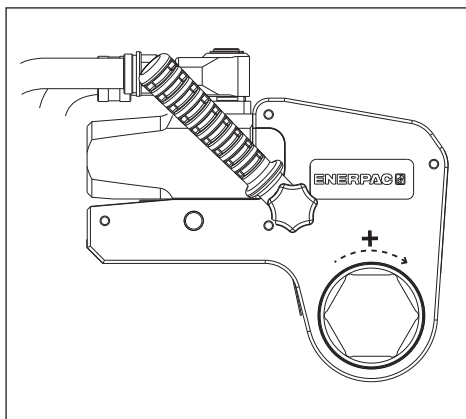

Fig. 9
4.3.1 Åtdragning av mutter eller bult (Fig. 9 och 10)
- Placera mothållet (18) mot en lämplig mothållspunkt (19). Mothållspunkten håller emot den kraft som verktyget alstrar.